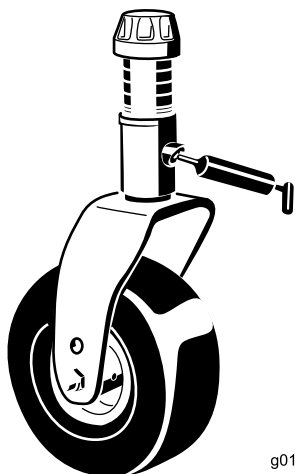

Bild 18
- Laufradgabel-Büchsen (Bild 18)